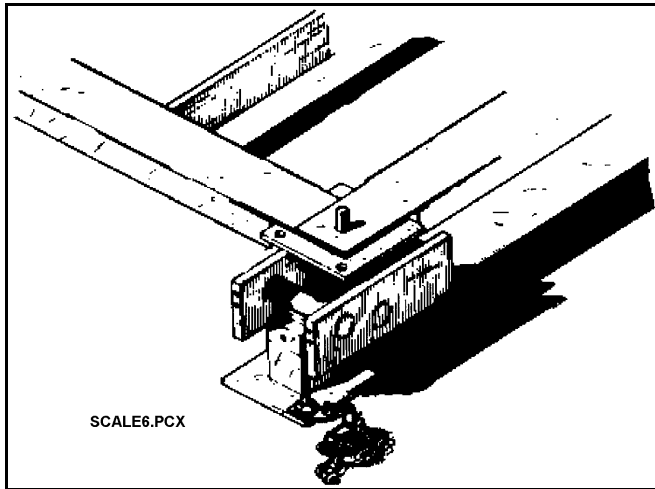

Figura 56. Instalación de la armazón de la balanza
- Instalar los soportes superiores principales en los pivotes de carga de los brazos principales. Poner los cuatro canales encima de los soportes superiores principales como se muestra en la Figura 56. ¡No pararse encima del canal!